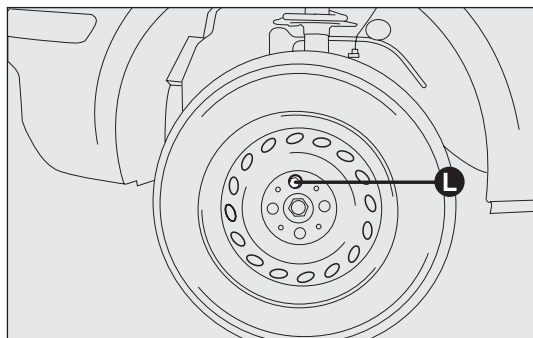

рис. 148
- ❑ в комплектациях с колпаком колеса открутите 3 крепежных болта, удерживающие колпак в положении; снимите колпак, открутите четвертый болт L – рис. 148 и снимите колесо;